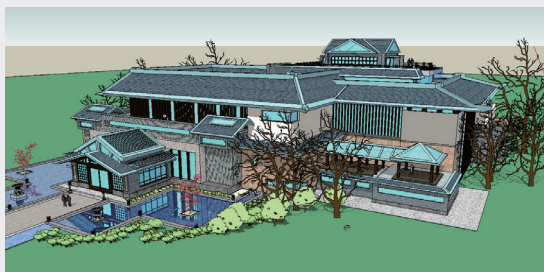
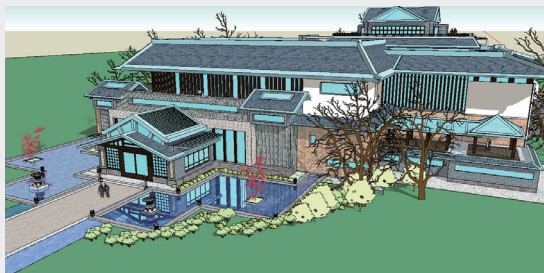

图3-138
图3-139
- 04 按住鼠标中间滚轮，拖动鼠标指针调整视线方向，此时鼠标指针将由变为状，如图3-138所示。转到如图3-139所示的画面时，释放鼠标并添加一个场景，以保存当前设置好的漫游效果。